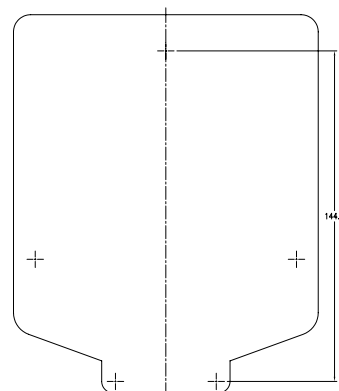

Figura 1: Utilize o modelo de montagem (incluído)
- Utilize o modelo de montagem (incluído) para assinalar a localização dos parafusos de montagem na parede. *Consulte a figura 1*